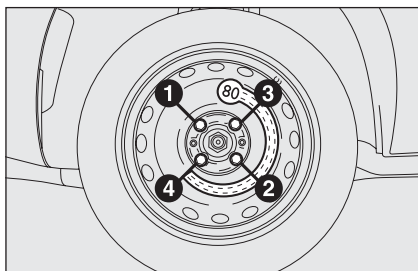

fig. 14
- en se servant de la clé fournie, visser à fond les boulons, en passant alternativement d'un boulon à un autre diamétralement opposé, suivant l'ordre numérique illustré sur la **fig. 14**.